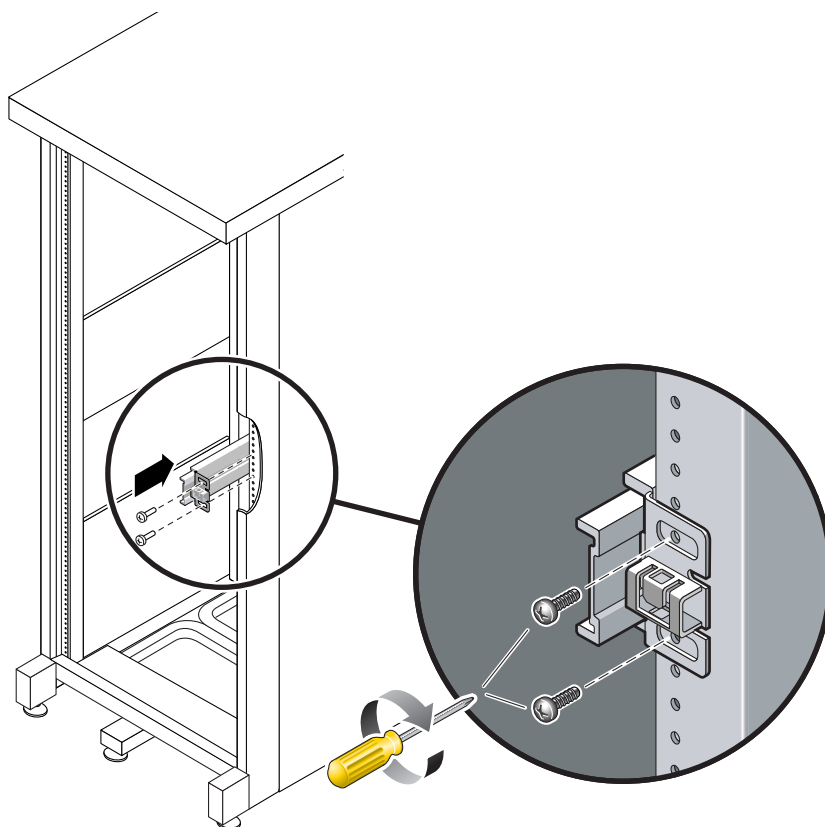

FIGURE 2-18 Montage d'un rail coulissant
- a. Fixez sans serrer l'avant d'un rail coulissant au montant avant droit du rack (FIGURE 2-18) au moyen de deux vis.**